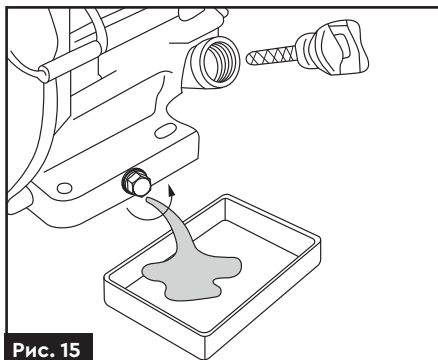

Рис. 15
- › після обкатки обов'язково замініть оливу в двигуні. Для заміни оливи – відкрутіть пробку, яка розташована у нижній частині картера ДВЗ (рис. 15). Оливу найкраще зливати, поки двигун ще не охолонув після роботи, в цьому разі олива зіллється швидко. Після заміни оливи перевірте рівень оливи та, за необхідності, долийте оливу.